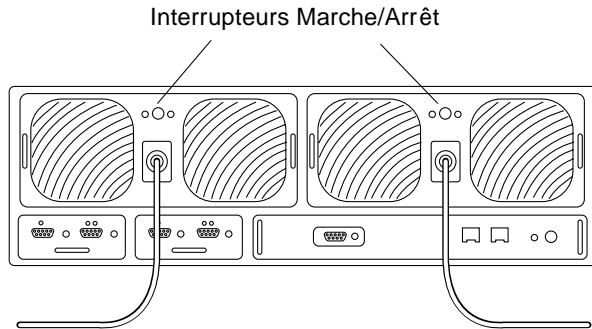

FIGURE 11-2 Emplacement des interrupteurs Marche/Arrêt
**4. Appuyez sur les interrupteurs Marche/Arrêt des unités d'alimentation et de refroidissement des deux baies afin de les mettre hors tension (FIGURE 11-2).**